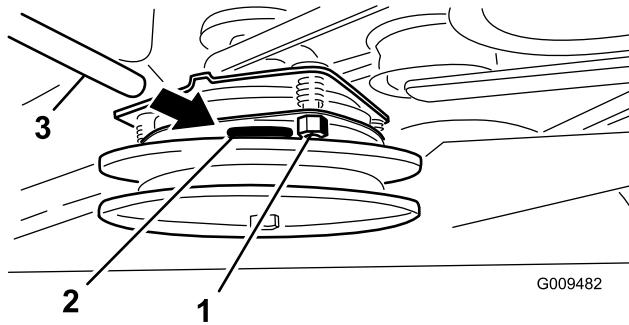

図 57
5. すき間ゲージがかかるくはさまれるがまだ楽に動かせる程度までロックナットを締め付ける図 57。